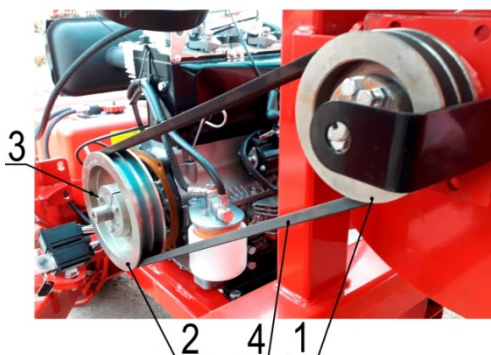

Рисунок 10. Регулювання шківів:
14. Для правильного регулювання пасової передачі приводу вентилятора пази шківів 1 і 2 (рисунок 10) під паси 4 повинні бути в одній площині. Перед початком роботи кожної зміни необхідно перевіряти положення шківів і при зміщенні їх більш, ніж на 2 мм, – проводити регулювання шляхом віджимання трьох болтів 3 на шківі 2 двигуна внутрішнього згоряння і зміщення шківів в потрібному напрямку, після чого болти 3 необхідно знову затиснути.